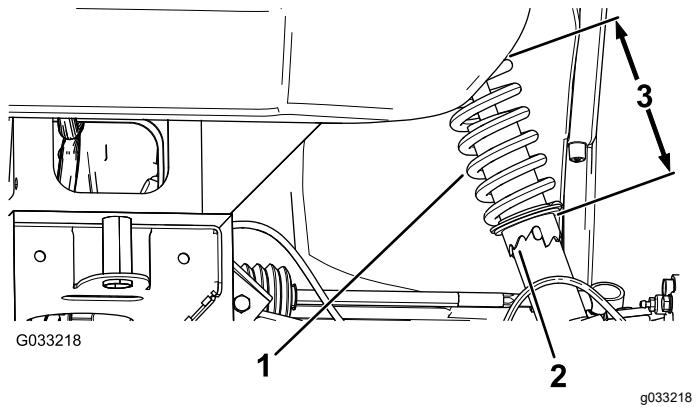

図 43
2. キャンバの調整が必要な場合には、スパナレンチでショックアブソーバーのカラーを回してホイールを整列させる図 43。